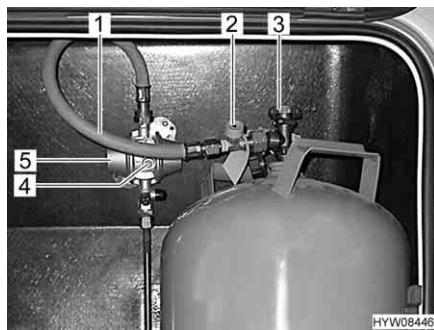

Fig. 72 Raccordo bombola del gas
- Chiudere la valvola principale di arresto (Fig. 72,3) della bombola del gas. Osservare la direzione della freccia.
- Svitare manualmente il tubo del gas (Fig. 72,1), dalla bombola del gas (filettatura sinistrorsa).
- Premere con forza il dispositivo antirottura della tubazione (Fig. 72,2) e tenerlo premuto per ca. 5 secondi.
- Premere con forza il pulsante verde (Fig. 72,4) del regolatore di pressione del gas (Fig. 72,5) e tenerlo premuto per ca. 5 secondi. La sorveglianza della pressione è attivata.